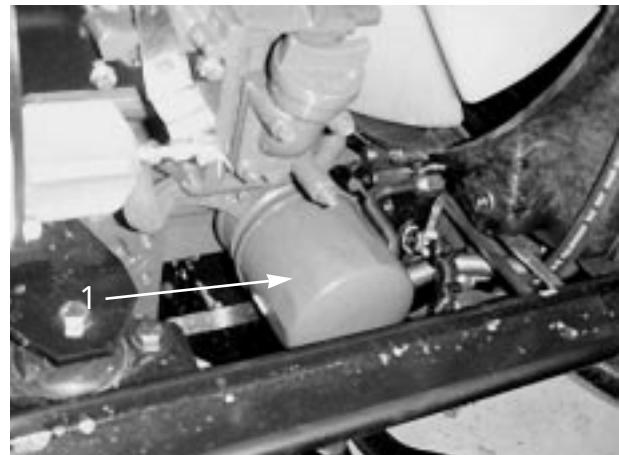

図32
2. オイルフィルタ（図32）を外し、新しいフィルタのガスケットに薄くエンジン・オイルを塗って取り付ける。締めすぎ厳禁。